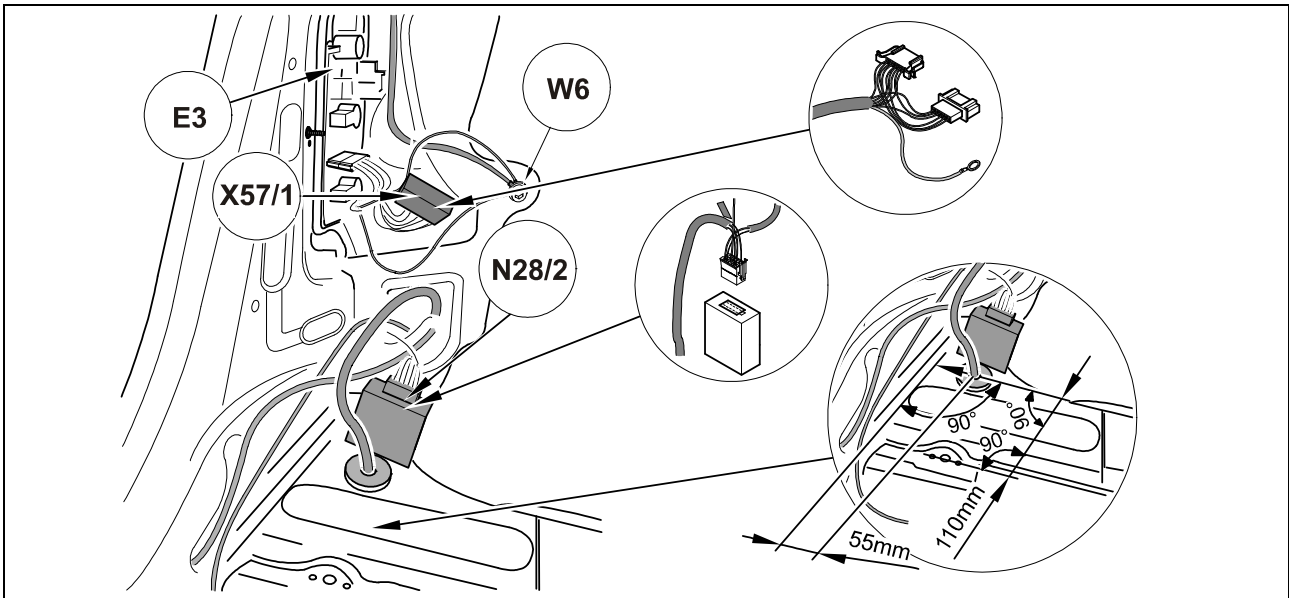

Abb. 4: Stecker
3. Blindstopfen für Leitungsdurchführungsloch (1) entfernen. Bei Fahrzeugen ohne Blindstopfen Bohrung Ø 40 mm einbringen. Vermaßung in Abb. 4 beachten!